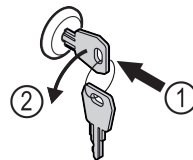

Fig. 163
- ▶ Schlüssel hineindrücken. Fig. 163 (1)
- ▶ Schlüssel um 90° gegen den Uhrzeigersinn drehen. Fig. 163 (2)